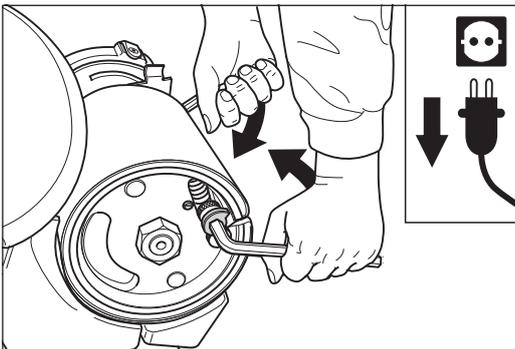

Abb. 24 Die Papierspannung mit den beiden Innensechskantschlüsseln (Größe 10 mm) lösen.
- 7 Stecken Sie die passenden Innensechskantschlüssel (Größe 10 mm) seitlich in die Spannbolzen. Lösen Sie die Papierspannung, indem Sie mit der linken Hand den Innensechskantschlüssel nach oben ziehen und mit der rechten Hand den anderen Innensechskantschlüssel nach unten drücken (Abb. 24).